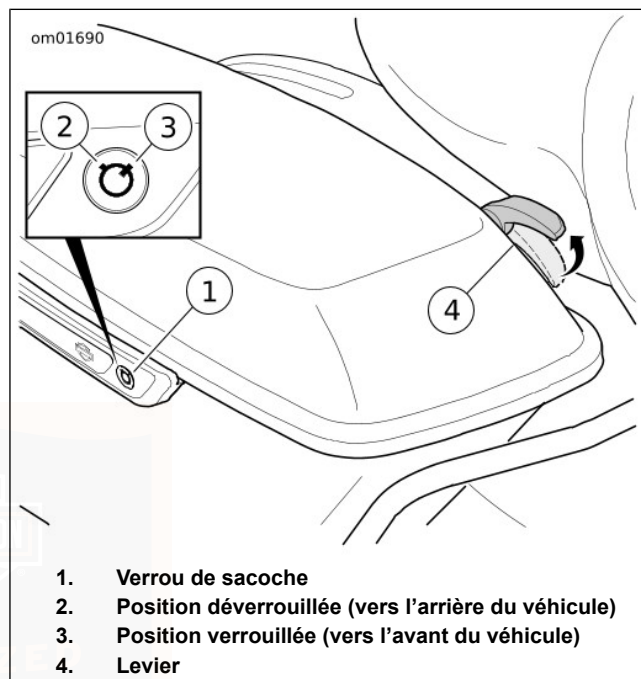

Figure 40. Sacoche
1. Voir Figure 40. Déverrouiller la sacoche à l'aide de la clé.
1. Voir Figure 40. Fermer le couvercle de la sacoche.
1. Voir Figure 40. Ouvrir la sacoche.